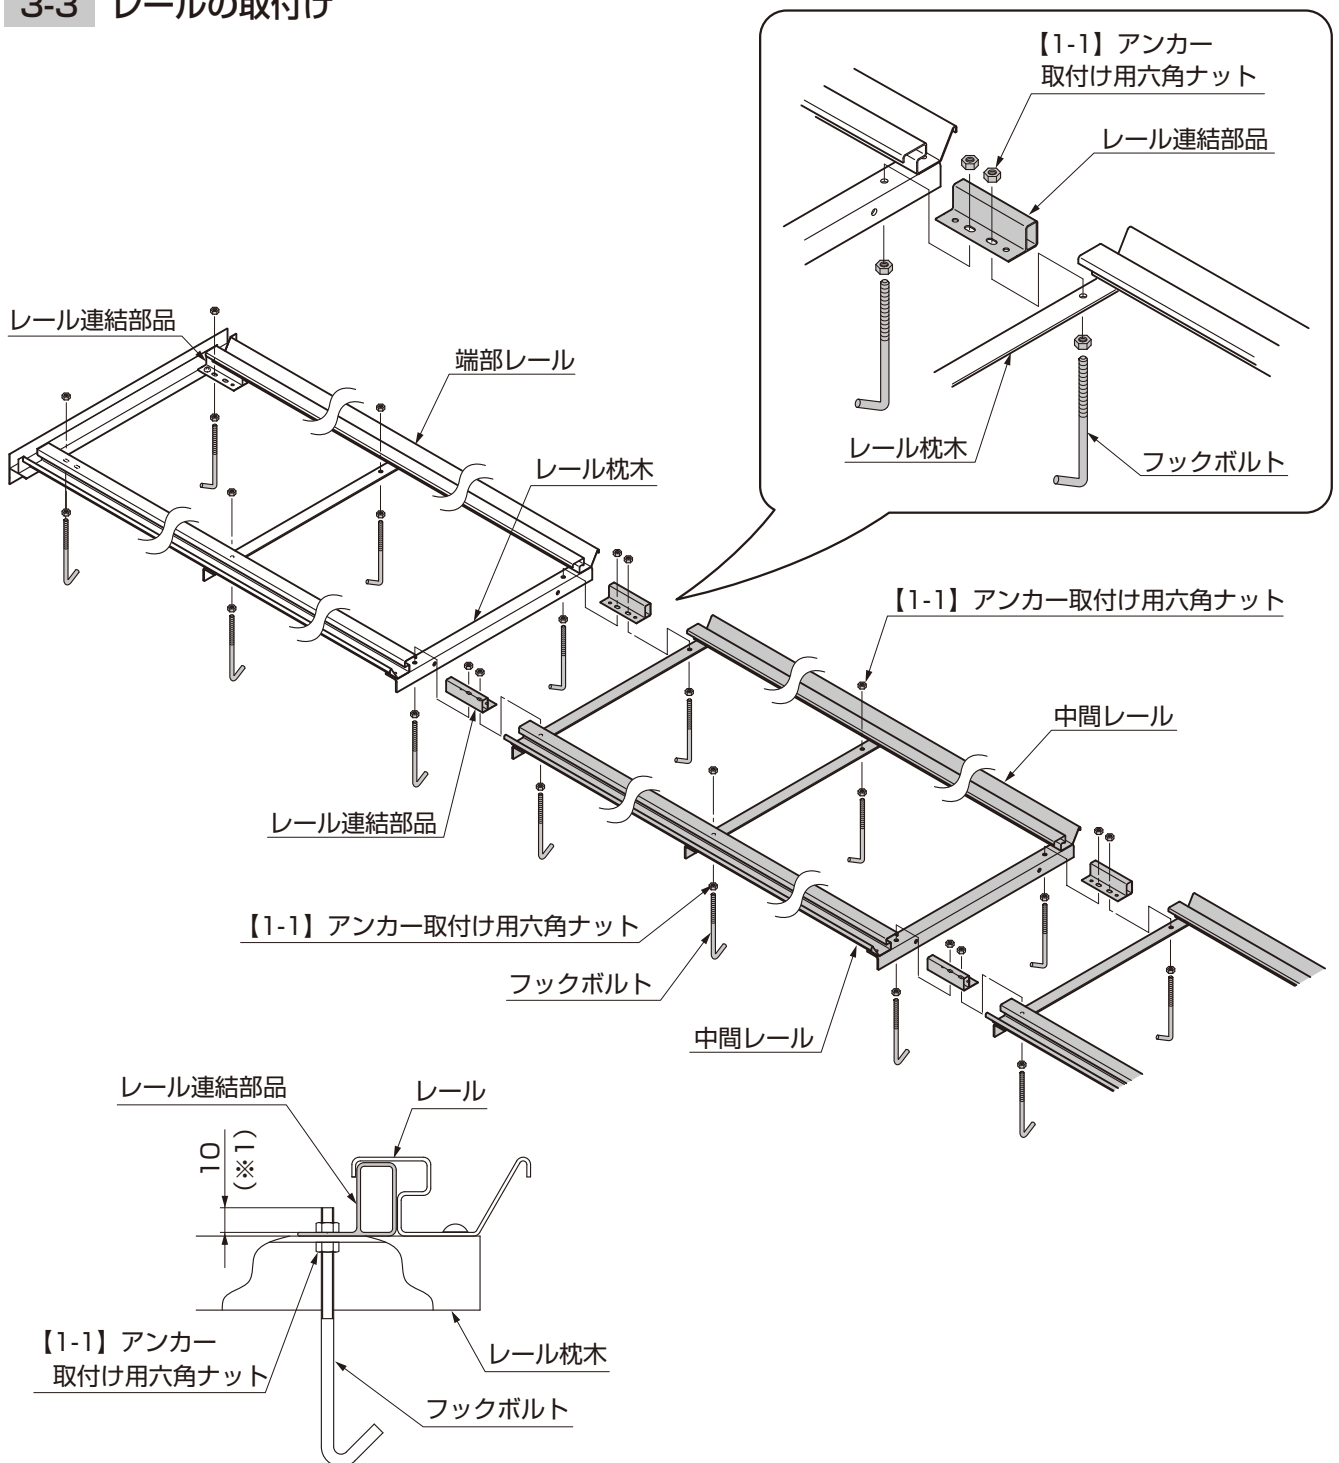

図3-1 レール連結部品納まり
- フックボルトは、レール連結部品より10mm以上(※1)飛び出さない位置で固定してください。(図3-1参照)